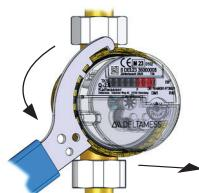

Bild 4 (Kapseltausch Aufputz)
- Entfernen Sie ggf. die Chromgarnitur. Demontieren Sie die Trockenkapsel TKS mit dem DELTA-MESS-Unterputz- oder Aufputzmontageschlüssel (Bild 4). Prüfen Sie die Unterputz- oder Aufputzvormontage auf Verunreinigungen und säubern Sie diese bei Bedarf.